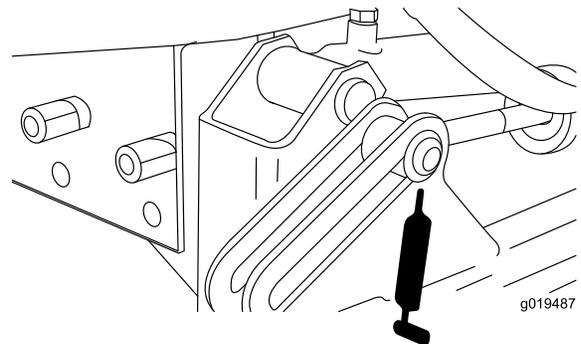
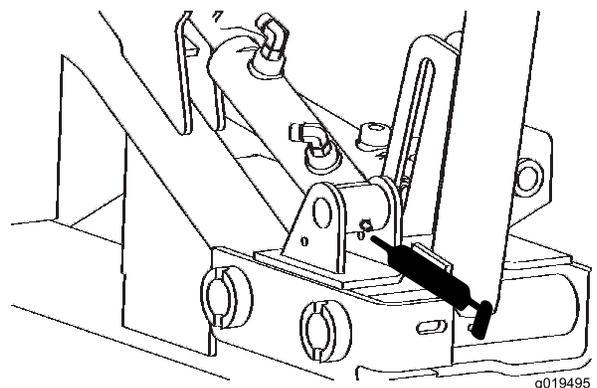

Figura 43
Figura 44
- Cilindros de elevación delanteros (3) (Figura 43 y Figura 44).